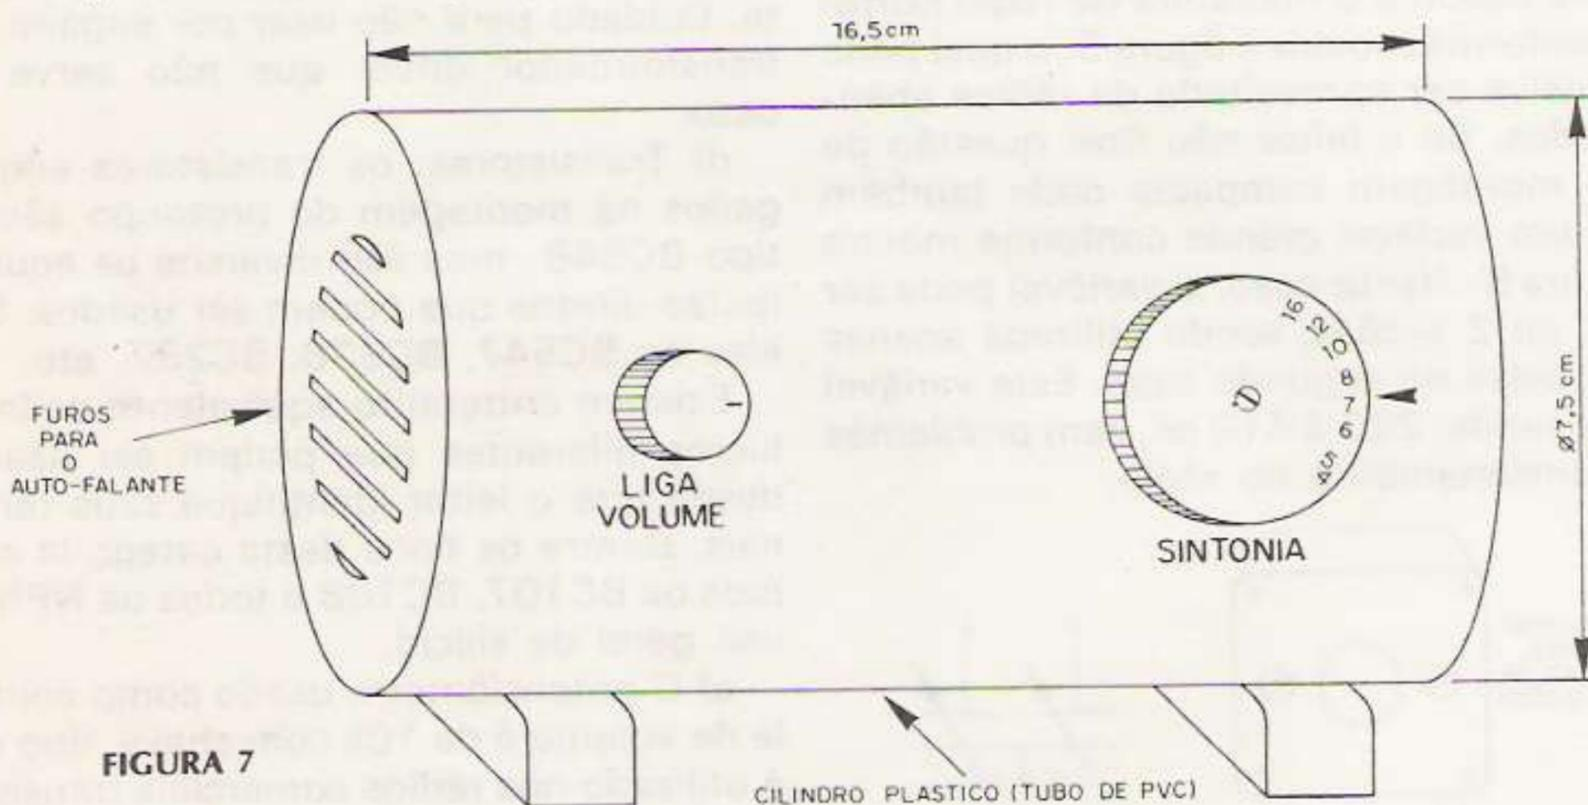

FIGURA 7
i) Temos finalmente os componentes acessórios que admitem diversas variações em função da montagem escolhida. O conector da bateria, a ponte de terminais ou placa de circuito impresso, o borne de ligação da antena externa (se usada) e os knobs são componentes mais ou menos fixos. A caixa tem suas dimensões escolhidas segundo a vontade do leitor sendo nossa sugestão mostrada na figura 7. Esta caixa pode ser de plástico ou madeira sendo as dimensões para um alto-falante de 5 cm.